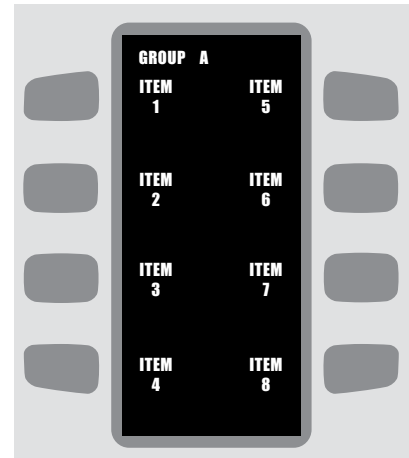

FIGURE 16 : Écran Menu Item Select (Sélection d'une recette)
3. Dans l'écran MENU ITEM SELECT (Sélection recette), sélectionnez la recette que vous voulez faire cuire en appuyant sur la touche de fonction adjacente (Figure 16).